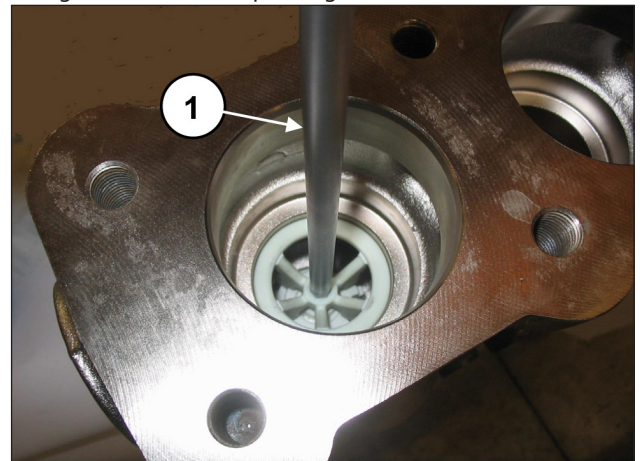

Fig. 111
Extraire l'entretoise du guide de soupape à l'aide d'une clé hexagonale de 8 mm (rep. ①, Fig. 111).